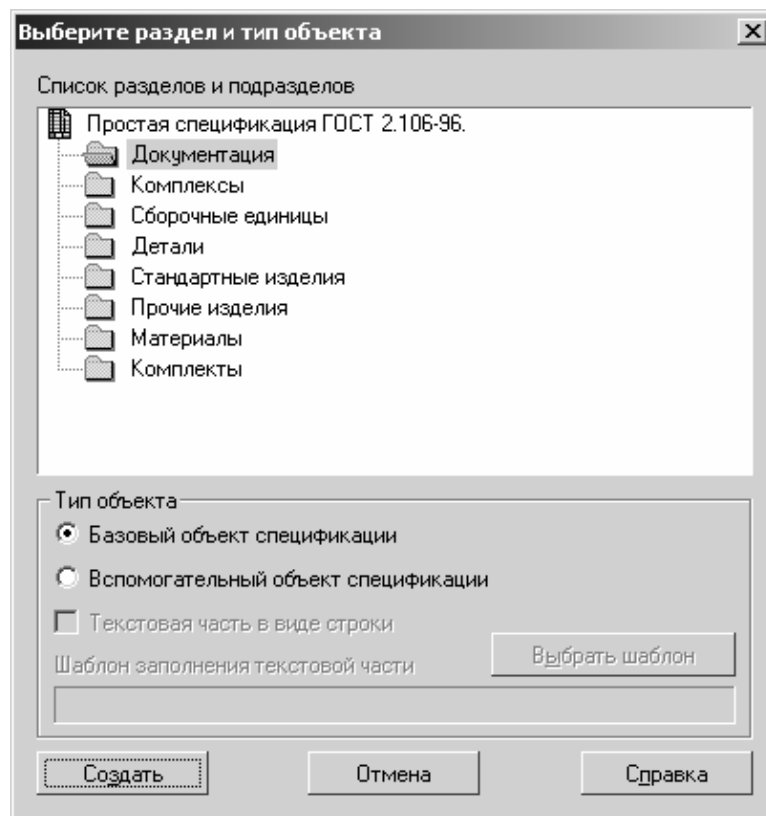

Рис. 50. Выбор раздела и типа объекта
- 3.4. После создания чистого листа спецификации добавьте новый базовый объект в текущий раздел спецификации нажав кнопку . В появившемся окне выберите в поле «Список разделов и подразделов» документация, а в поле «Тип объекта» базовый объект спецификации (рис. 50).